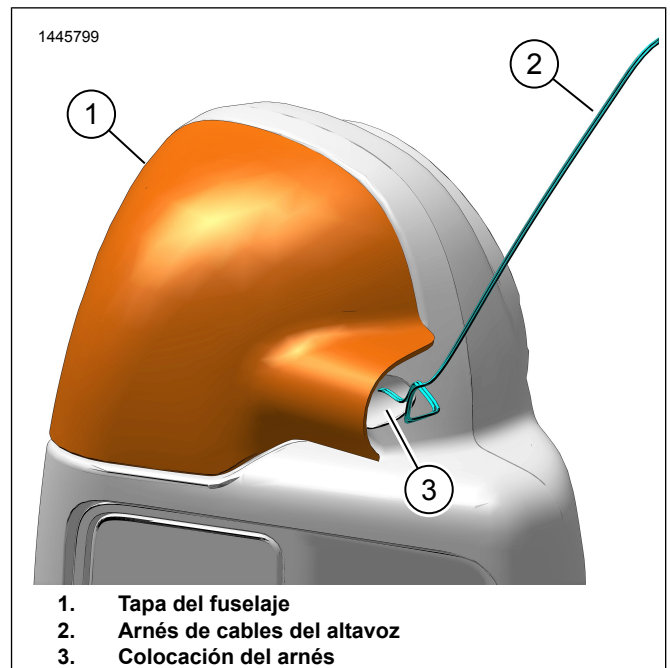

Figura 13. Ubicación del arnés de cables
- Vea la Figura 13. Instale la tapa de fuselaje inferior (2).